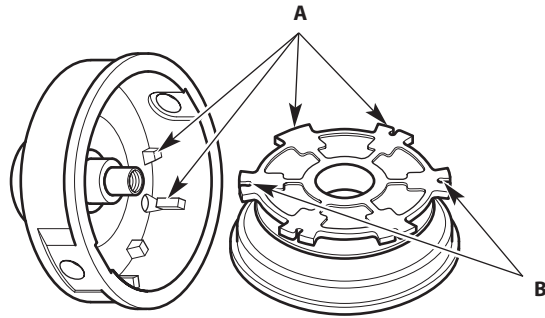

Fig. 3
6. Check the indexing teeth and holding slots for wear (Fig. 3). If necessary, remove burrs or replace the inner reel and outer spool.
6. Vérifiez l'état d'usure des dents de positionnement et des encoches de retenue (Fig. 3). Le cas échéant, enlevez les ébarbures ou remplacez l'enrouleur intérieur et la bobine extérieure.